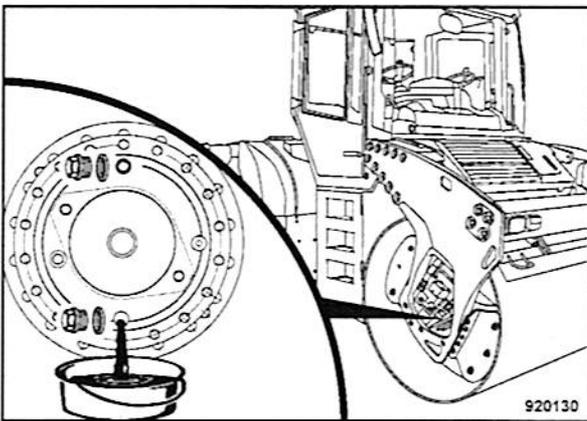

Fig. 154
- Limpiar y desenroscar el tornillo de llenado y descarga (Fig. 154).